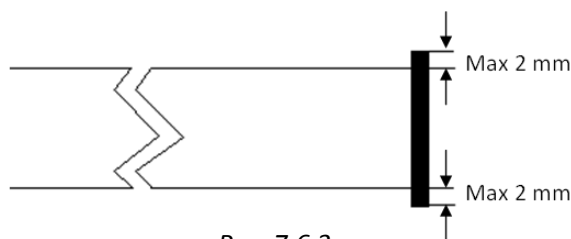

Рис. 7.6.3
- Максимальная высота съема ленты – 2 мм с каждой стороны. (Рис. 7.6.3)